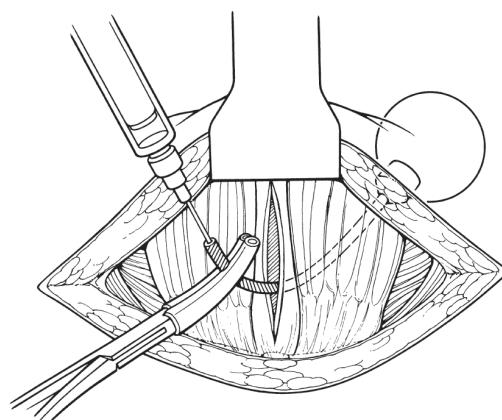

Figura 4-9. Llene el BRP y pince el tubo
16. Pince (sólo una muesca) el tubo aproximadamente a 3 cm del extremo con una pinza hemostática con protector de tubo. (**Figura 4-9**)